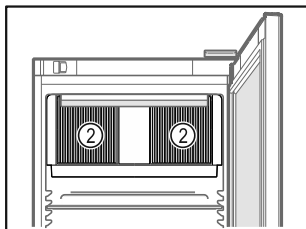

Fig. 53
- Poskrbite, da prezračevalna reža Fig. 53 (2) ventilatorja krožnega zraka v notranjosti ni zakrita.